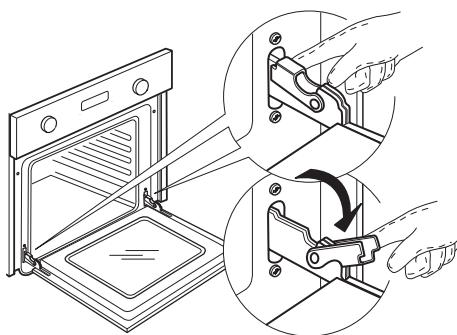

Fig. 1
2. Levante os dois trincos e empurre-os o mais possível (fig. 1).